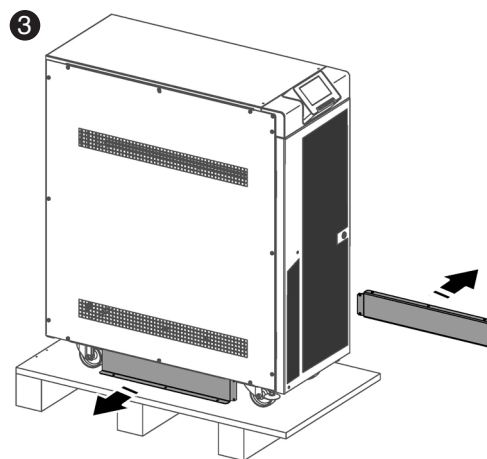

Fig. 24. Extracción de las guías para facilitar el descenso del equipo de su palet.
- ➌ Desatornillar las guías que se encuentran en ambos lados de la base del equipo previstas para facilitar el descenso del equipo (Fig. 24).